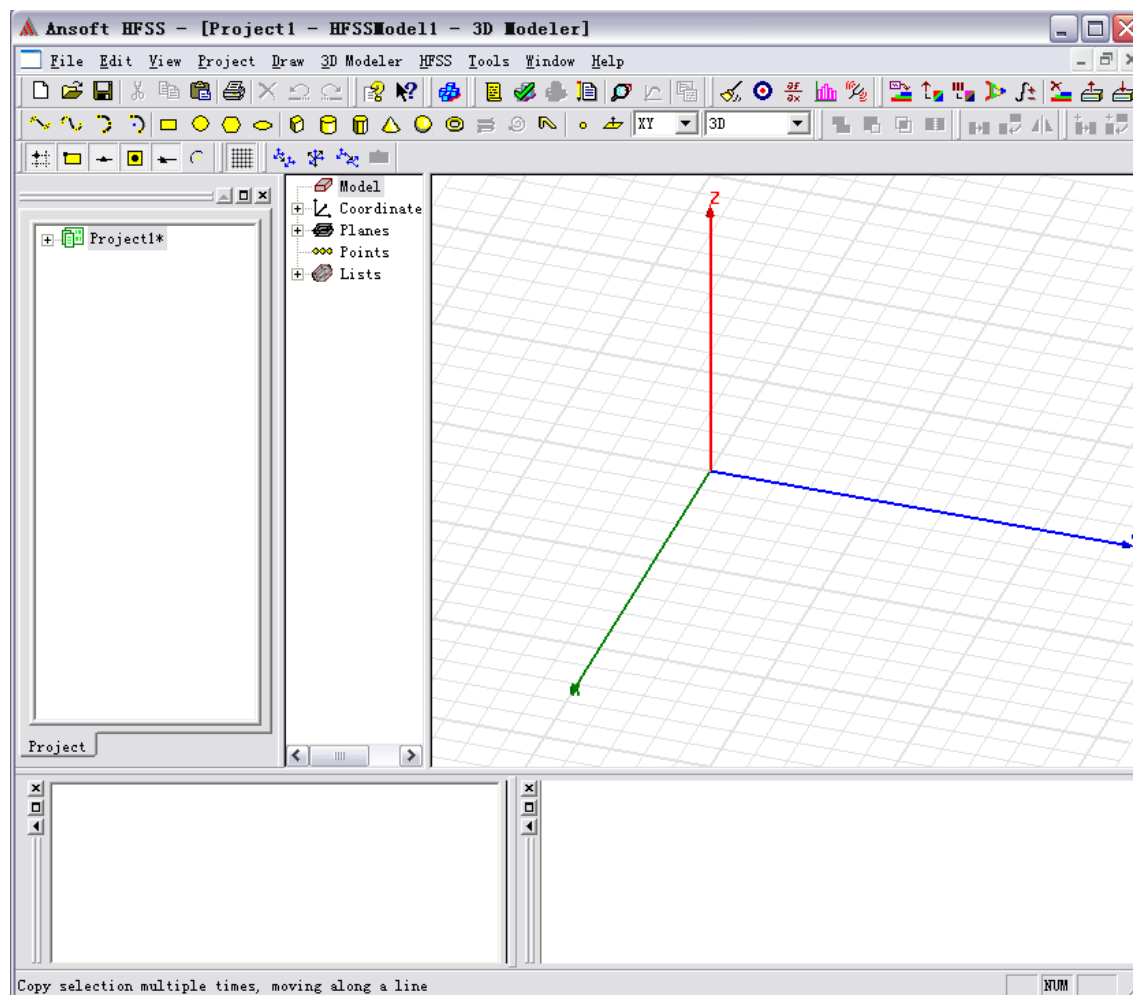

图3-2-2插入一个设计
(2) 点击  按钮，在当前工程中插入一个设计，如图3-2-2所示。